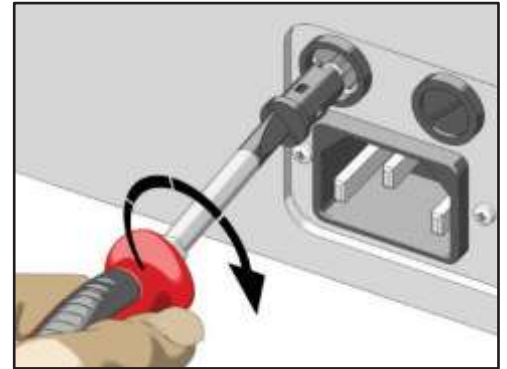

figura 27
5. Riposizionare il portafusibile nel suo alloggiamento e serrare mediante un cacciavite (figura 27).